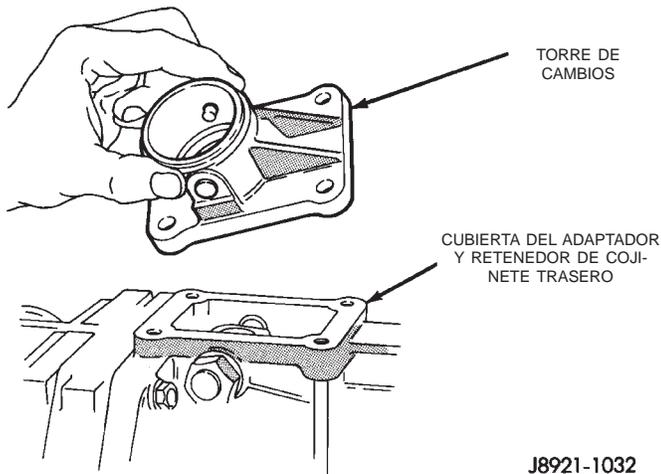

Fig. 17 Desmontaje de la torre de cambios
(5) Retire los pernos que fijan la torre de cambios a la caja de transmisión.
(6) Retire la torre de cambios de la caja de transmisión (Fig. 17).